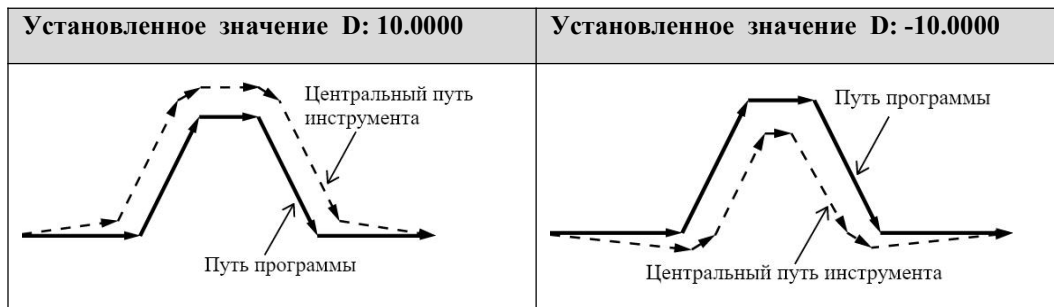

рис. 9-2 Направление компенсации радиуса инструмента в противоположном направлении
- (4) Можно запустить или отменить функцию компенсации радиуса только линейным способом G00 или G01.
- (5) Что касается выбора компенсационной плоскости, то описание выглядит следующим образом:
- (6) Код D для величины компенсации радиуса инструмента описан следующим образом:
- Если компенсационное значение установлено отрицательным, оно противоположно направлению компенсации радиуса инструмента, когда компенсационное значение установлено положительным (как показано на рис.9-2).